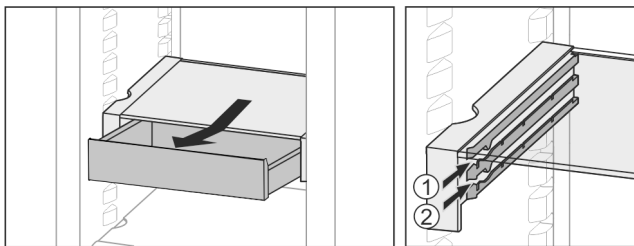

Fig. 26
- ▶ Umetnite je na željenu visinu Fig. 26 (1) ili Fig. 26 (2).